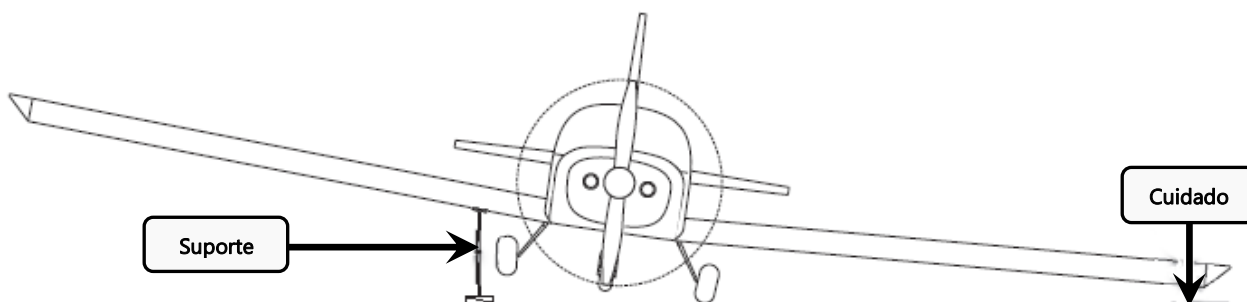

Figura 32.10.4 - Instalação do suporte para instalação do trem de pouso principal
1. Dispor suporte (macaco) abaixo da asa referente a roda que será removida. Este suporte devera manter esta asa inclinada conforme figura 32.10.4 e o local de apoio indicado na superfície inferior da asa;